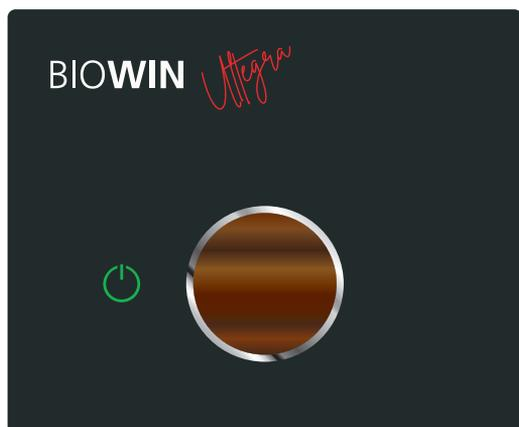

Fig. 71 BioWIN Ultegra désactivé
- ▶ Arrêter la chaudière au moyen du bouton myMagic  (voir point 12.5 sur la page 24) et attendre que l'extinction soit terminée, le symbole  s'allume en permanence et le cercle coloré est éteint (env. 20 min.) – Fig. 71.